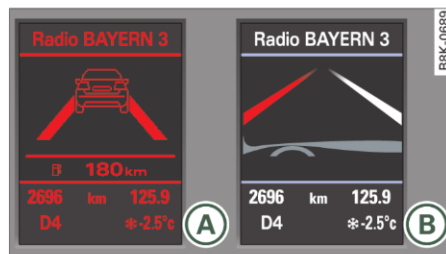

Fig. 126 Tabloul de bord: lane assist activat și avertizând
- o linie roșie clipește (stânga sau dreapta): Sistemul lane assist avertizează asupra părăsirii benzii de circulație ⇒ fig. 126.
- o linie roșie umplută (stânga sau dreapta): Sistemul lane assist avertizează asupra părăsirii benzii de circulație ⇒ *pagina 114*, fig. 126.